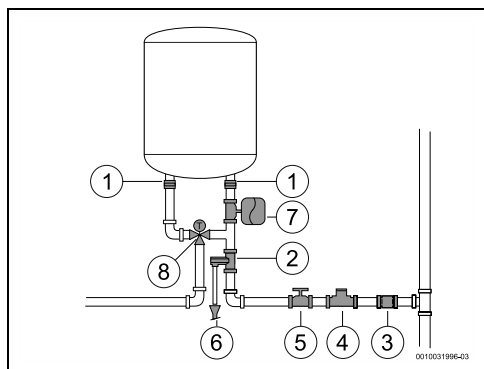

Fig. 14
- ▶ installer un réducteur de pression (Fig. 14, [4]). La soupape différentielle se déclenche lorsque la pression d'eau dans l'appareil est supérieure à 8 bars (± 1 bar), et il est donc nécessaire de prévoir un moyen d'évacuer cette eau.
- ▶ installer un vase d'expansion (Fig. 14, [7]) pour empêcher l'ouverture trop fréquente de la soupape différentielle. Le volume du vase d'expansion doit être équivalent à 5% du volume de l'appareil.